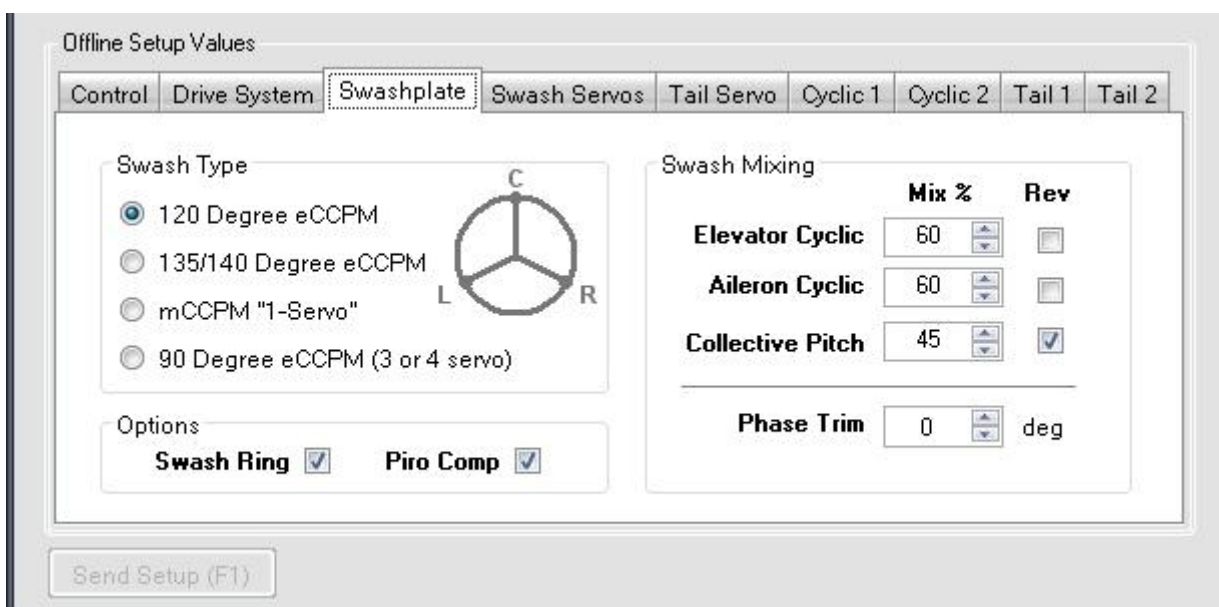

Рисунок 11.5 Вкладка **Swashplate** в зоне **Offline Setup Values**
- Выберите вкладку **Swashplate** в зоне **Offline Setup Values**. (Смотри рисунок 11.5 ниже) Установите тип тарелки перекоса, используемой на вашем вертолете, как вы обычно это делали в вашем передатчике. (Примечание: более подробно о всех настройках вкладки **Swashplate**, читайте в Разделе 19 настоящего Руководства)